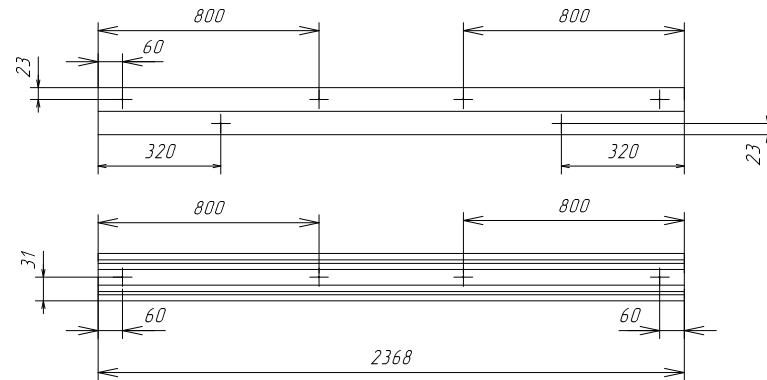

Рис. 3
1. Просверлить в верхней и нижней направляющей отверстия  $\varnothing 4$  мм, в соответствии со схемой изображенной на рис. 3.